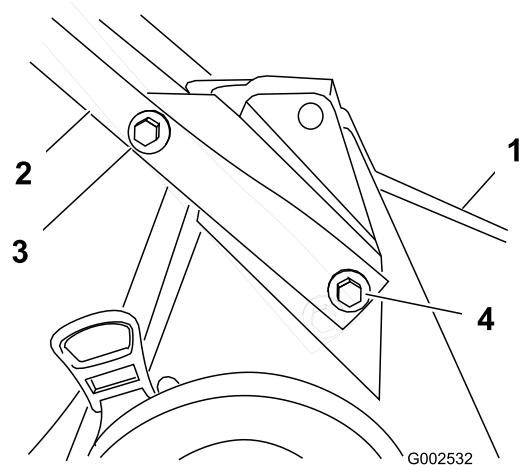

Figure 3
- Montez la poignée sur le carter de tondeuse à l'aide de 2 boulons (5/16 x 7/8 po), 2 boulons (5/16 x 1-1/2 inches), 4 rondelles et 4 contre-écrous (Figure 3).